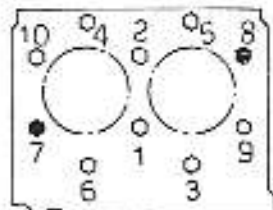
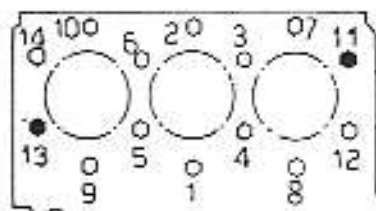

fig. 1
fig. 2
- For torquing order, see fig. 1 for 2.60, fig. 2 for 3.90, fig. 3 for 4.110H
- Ordre chronologique de serrage: voir fig. 1 pour 2.60, fig. 2 pour 3.90, fig. 3 pour 4.110H
- Die Anzugsfolge entnehmen Sie der Fig. 1 für den 2.60, Fig. 2 für den 3.90 und Fig. 3 für 4.110H